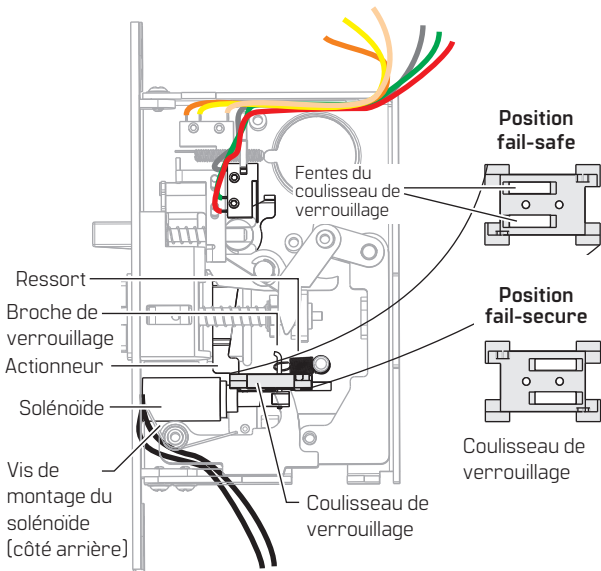

Figure 6 Conversion fail-safe/fail-secure (LSEM303 illustré)
- 5.1 Retirer la vis de fixation du solénoïde [située à l'arrière de la vue de la **Figure 6**].
- 5.4 Déconnecter le ressort et retirer le coulisseau de verrouillage et le solénoïde (voir **Figure 6**).
- 5.9 Vérifier le fonctionnement conformément à la Figure 6 avant de réinstaller le couvercle du boîtier avec les trois vis du couvercle du boîtier de l'étape 5.1.
REMARQUE : s'assurer que l'actionneur est engagé dans l'encoche du coulisseau de verrouillage (voir **Figure 6**).